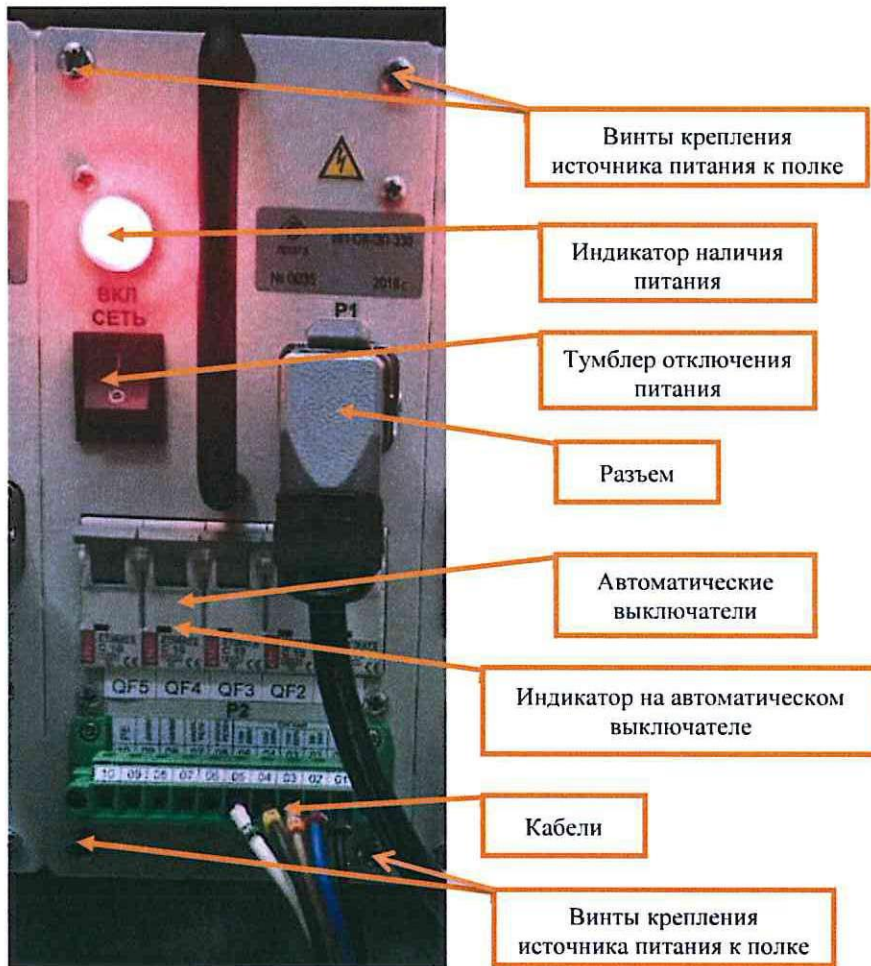

Рисунок 9. Внешний вид источника питания ИП-ОК-ЭЛ-330.
7.5.3 Отключить автоматические выключатели (Рисунок 9).
7.5.4 Отключить питание на лицевой панели источника питания путем нажатия тумблера «ВКЛ СЕТЬ», должен погаснуть красный индикатор (рисунок 9).
7.5.6 Отсоединить от источника питания разъем с кабелем «P1» при помощи замка-защелки и отсоединить все подключенные к источнику питания кабели из посадочных мест, руководствуясь рабочей документацией (Рисунок 9).
7.5.7 Отвернуть винты крепления источника питания к поддону с помощью отвертки «звездочка» и изъять заменяемый источник питания (Рисунок 9).
7.5.10 Включить питание на лицевой панели источника питания путем нажатия тумблера «ВКЛ СЕТЬ», должен загореться красный индикатор (Рисунок 9).